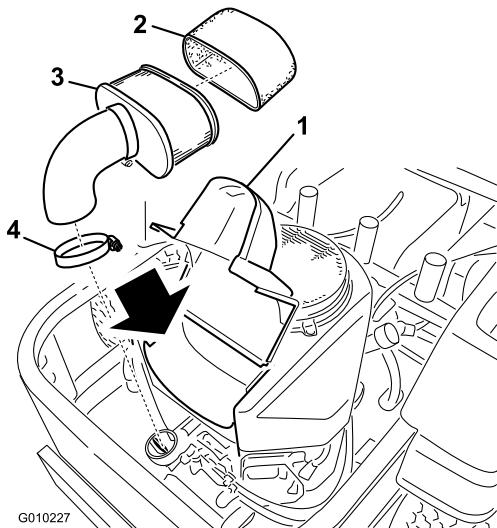

Figura 38
3. Pulite intorno al filtro dell'aria per evitare che la morchia possa penetrare nel motore provocando gravi danni. Allentate le due manopole di plastica sul coperchio e staccate il coperchio del filtro dell'aria (Figura 38).
4. Togliete con cautela l'elemento in schiuma sintetica dall'elemento di carta (Figura 38).
5. Svitate i dadi ad alette e togliete l'elemento di carta (Figura 38).